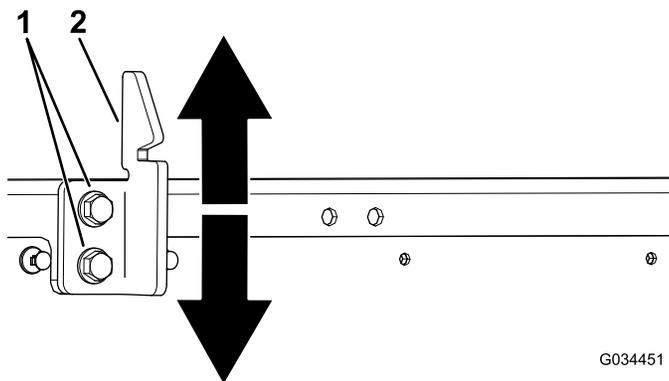

Рисунок 52
3. Ослабьте 2 болта на ударном выступе защелки кузова и переместите ударный выступ вверх или вниз, если он расположен слишком низко или слишком высоко (Рисунок 52).
4. Затяните 2 болта на ударном выступе защелки кузова (Рисунок 52).